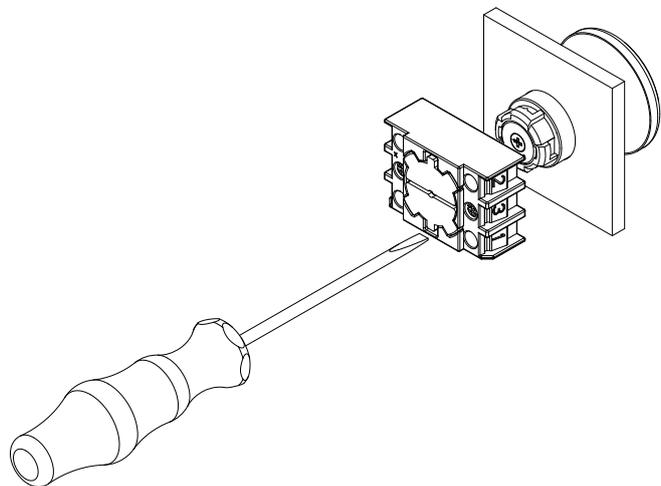

Fig. 10
2. L'embase de fixation est démontée en desserrant les vis. Puis, tourner l'embase de fixation par env. 45° dans le sens antihoraire et enlever la (Fig. 10)